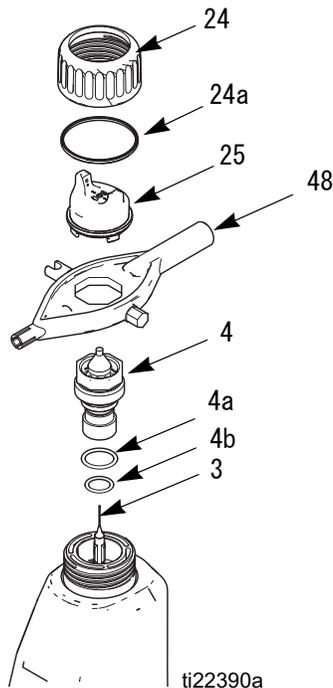

図 18。エアキャップ / ノズルの交換
2. 保持リング (24) とエアキャップ (25) を取り外します。図 18 を参照してください。
3. マルチツール (48) で、流体ノズル (4) アセンブリを取り外す間にガンを上に向けます。